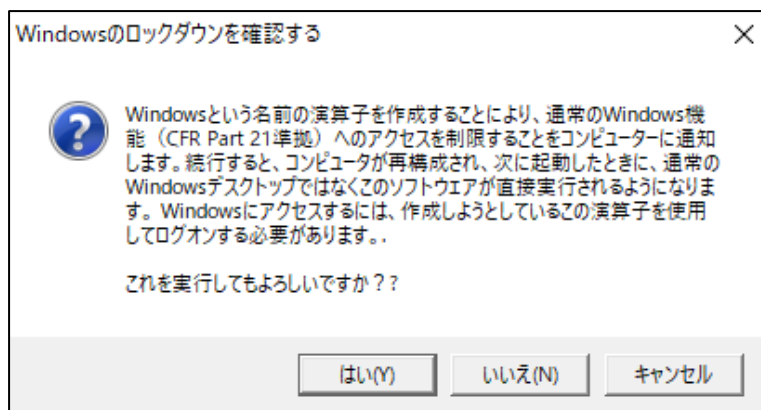

図48: 「Windowsのロックダウンを確認する」メッセージ
10. 「Windowsのロックダウンを確認する」メッセージ(図48)が表示されますので「はい」をクリックします。